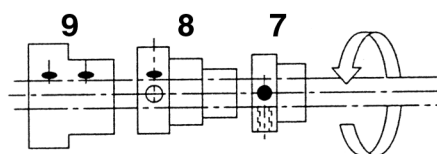

Рис. 4
3. Поверните маховик в нормальном направлении (180°) и проверьте, находятся ли балансирующий грузик 9 и эксцентрики 7 и 8 в положении, показанном на рис. 4.